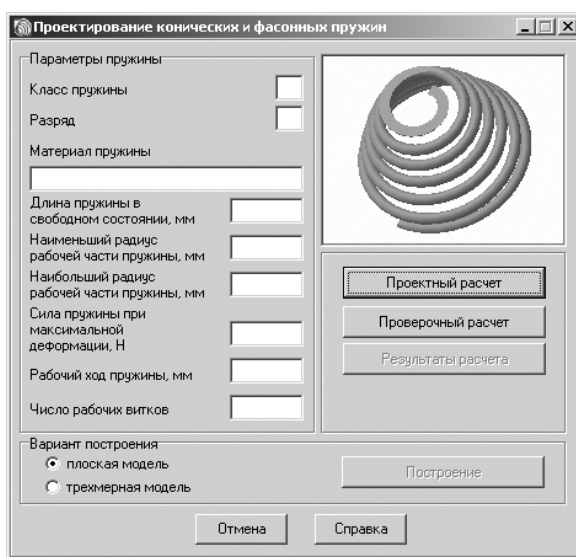

Рис. 4.71. Главное окно системы **Проектирование конических и фасонных пружин**
- щелкните дважды в окне системы управления библиотеками **Менеджера библиотек** (см. рис. 4.5) по подключаемой системе – **Пружины конические и фасонные**. Через некоторое время появится главное окно системы **Проектирование конических и фасонных пружин**, изображенное на рис. 4.71.